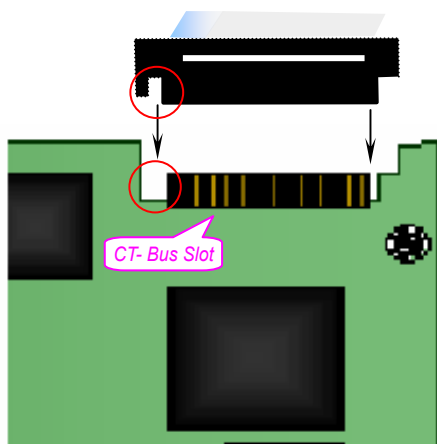

图 2-10 H.100 总线接线方法
- ① 连接时需注意各插头按同一方向插入，不要扭转，如图 2-10 所示。